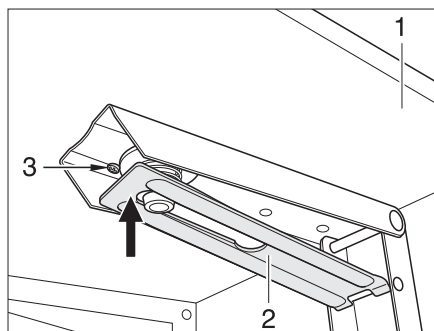

Fig. 61 Support rallonge de la banquette
- Rabattre la rallonge de la banquette (Fig. 61,1) vers le haut. Le support (Fig. 61,2) s'enclenche automatiquement dans cette position.
- Presser le support (Fig. 61,2) vers le haut dans le sens de la flèche en forçant la résistance du ressort en spirale (Fig. 61,3). La rallonge de la banquette est alors déverrouillée.